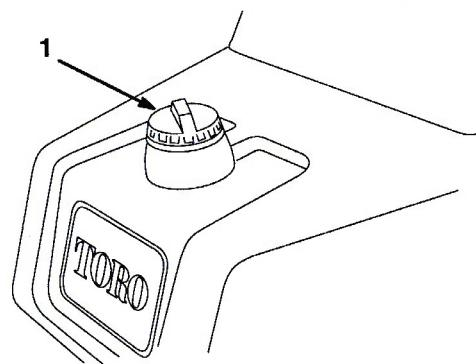

図15
1. 燃料タンクのキャップの周囲をきれいに拭いてからキャップを取る(図15)。燃料を補給する時は、タンク上面から約25 mm下のレベルを超えて給油しない。これは、温度が上昇して燃料は膨張したときにあふれないように空間を確保するためである。燃料タンク一杯に入れないこと。